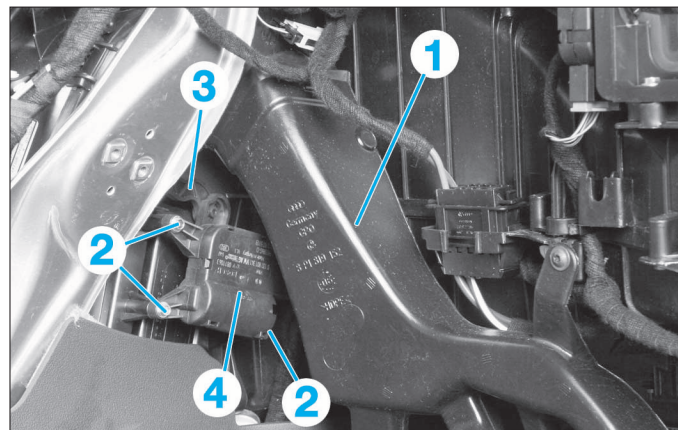

FIG. 30
- Débrancher le connecteur (1) du pressostat (Fig.30).
- Desserrer le pressostat (2) de la conduite de climatisation.